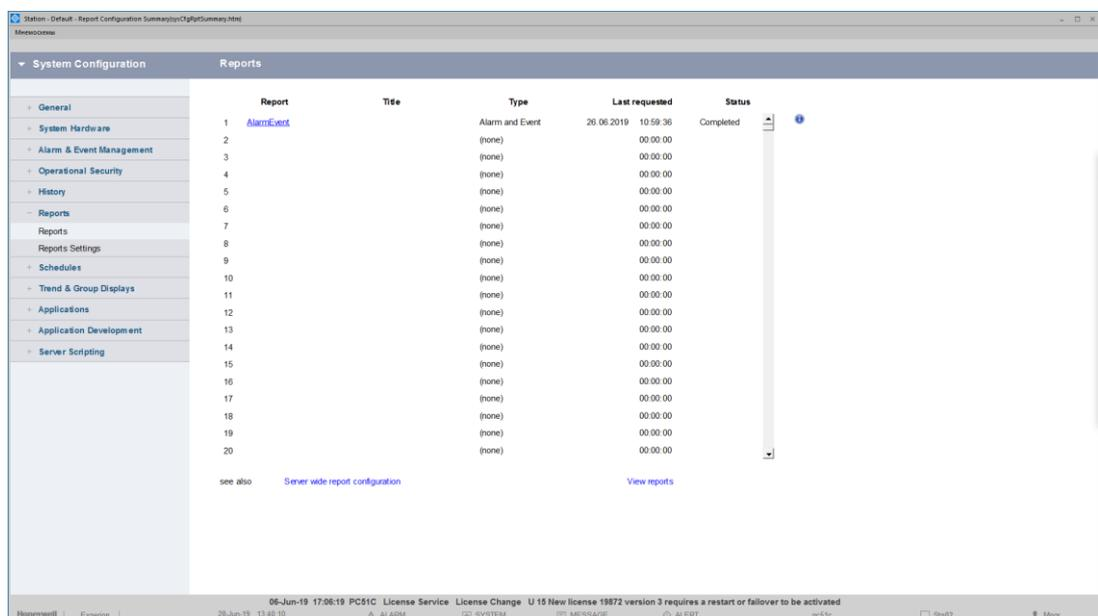

Рисунок 29 – Окно выбора/создания отчета
2. На окне администрирование нажмите кнопку «Отчеты». Произойдет переход окна выбора/создания отчета станции (Рис. 29);